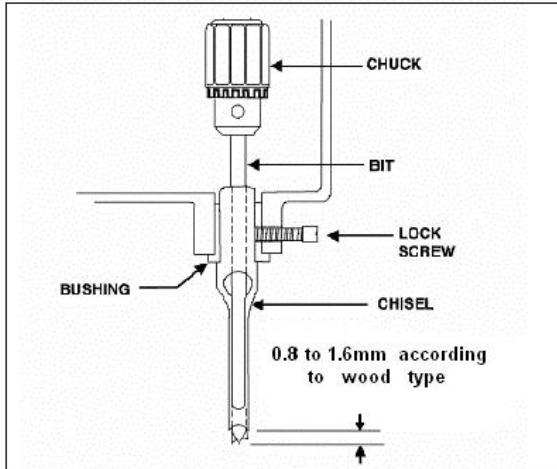

Figura 7
16. Allentare la vite di bloccaggio, mostrata nella Figura 7 .